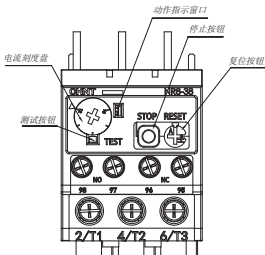

图6 热继电器面板布置示意图
7.3.1动作测试：在主回路通电前进行。用大小合适的螺丝刀深入轻轻点按测试按钮，NC触头会断开、NO触头会闭合。通过动作指示窗口可看到动作情况，通过复位按钮可进行复位。（见图6）
7.3.2复位方式设定：在主回路通电前进行。热继电器出厂时处于手动复位方式，用户若需要选用自动复位方式，只需按下复位按钮并顺时针旋转60°即可。（见图6）
7.3.5如果运行中需要紧急停止，只需按下停止按钮即可，按下停止按钮只断开NC，对NO无影响，松开停止按钮则NC复位。（见图6）